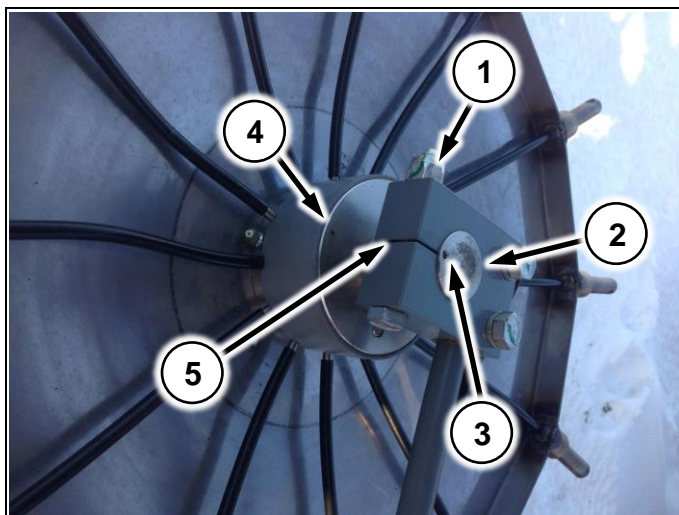

Рис. 157
1. Ослабьте болт (Рис. 157/1)
2. Вращайте ось диска (Рис. 157/2)
3. Добейтесь совпадения точек (Рис. 157/3) и (Рис. 157/4) с прорезью (Рис. 157/5)
4. Затяните болт (Рис. 157/1)